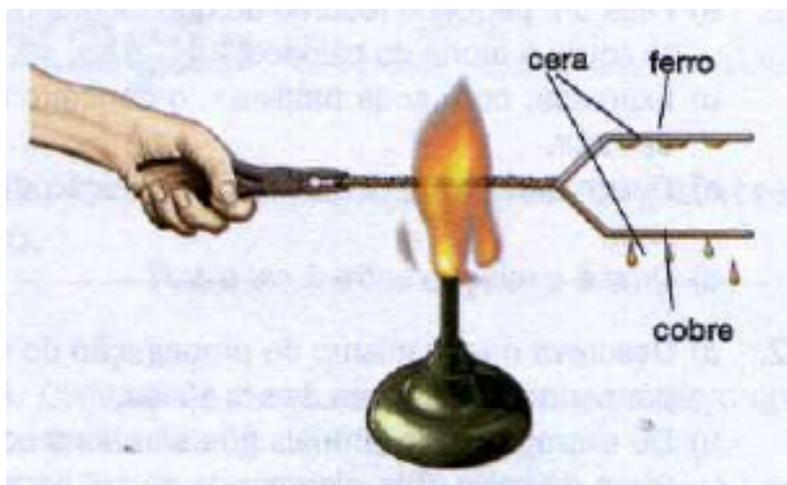

Figura 4.6: Experimento de condutibilidade térmica (Fonte: Alvarenga e Máximo, 2006, p. 132)
5. Para verificar se há diferenças na condução do calor em metais diferentes, considere a seguinte situação: dois pedaços de arame de mesmas dimensões enrolados, um de cobre e outro de ferro (figura 4.6). Os extremos dos dois arames são cobertos com parafina ou cera; a parte enrolada é aquecida com a chama de uma vela. Haverá diferença significativa entre os intervalos de tempo que a parafina, colocada em cada pedaço de arame, levará para derreter? Explique as possíveis diferenças. Se puder, utilize a expressão “condutibilidade térmica” para diferenciar os dois metais observados.
A condução é um processo de transferência de calor que ocorre preferencialmente nos sólidos e, em baixa intensidade, nos líquidos. Em função de sua composição e estrutura moleculares, cada tipo de material tem uma condutibilidade térmica diferente, por isso a parafina levará tempos diferentes para derreter, na extremidade de cada metal da figura 4.6.